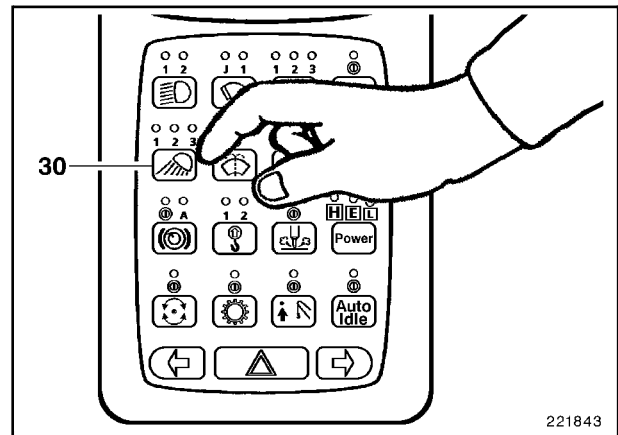

Fig. 4
- Pulsar una vez el pulsador (30, Fig. 4) en la consola de mando, el LED 1 se enciende.